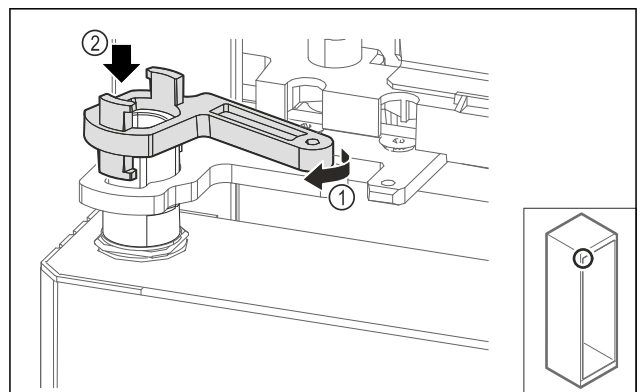

Fig. 70
- ▶ Vrid lagerbockens låsning något Fig. 70 (1) och sätt på den på hylsan Fig. 70 (2).